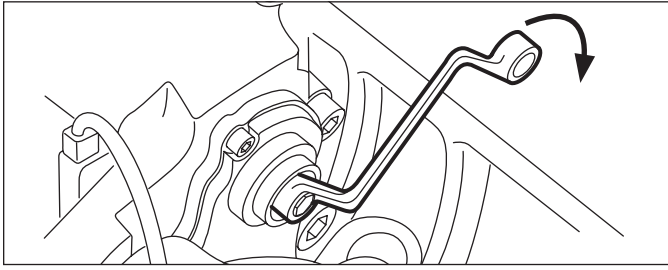

Figura 40 – Ajuste del espacio de marcha.
- 5.2.18 Use una llave de estrella acodada de seis puntas de 10 mm para girar el adaptador de cizalla (61) **en sentido de las agujas del reloj** hasta que las pastillas entren en contacto con el rotor. Nota: No utilice una llave de extremo abierto, ya que esto puede dañar el adaptador. (consulte la figura 40).